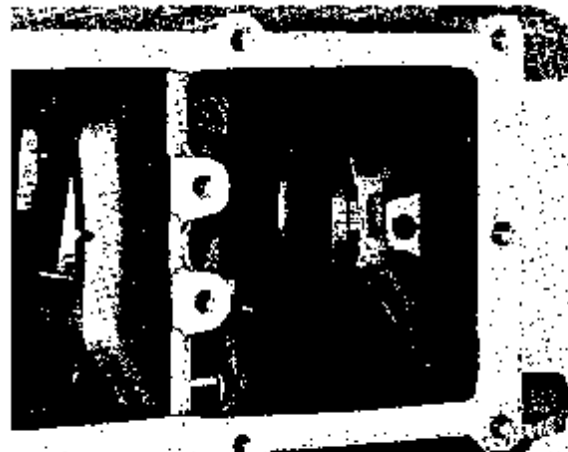

Abb. 29 Einpassen des vorderen Kurbelwellenlagers, MD3B
4. Die Lagerhälfte etwa 10 mm gerade nach hinten ziehen und an ihrer Außenseite eine Markierung einritzen und eine entsprechende Markierung im Block anbringen (siehe Abb. 29).